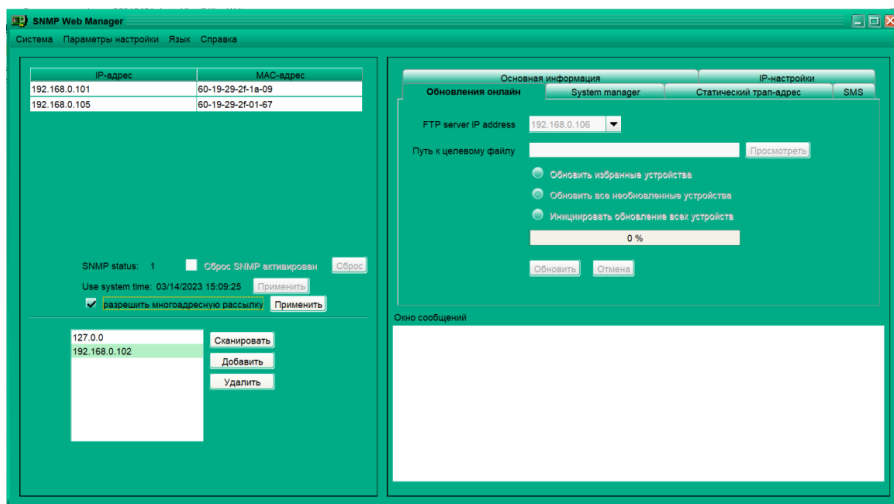

Рисунок 3-13
- Force to upgrade all devices/Принудительное обновление всех устройств: все устройства SNMP в списке IP-адресов обновятся до новейшей версии вне зависимости от их версии. См. рисунок 3-13.
Шаг 1. Выберите IP-адрес FTP-сервера. См. рисунок 3-13.